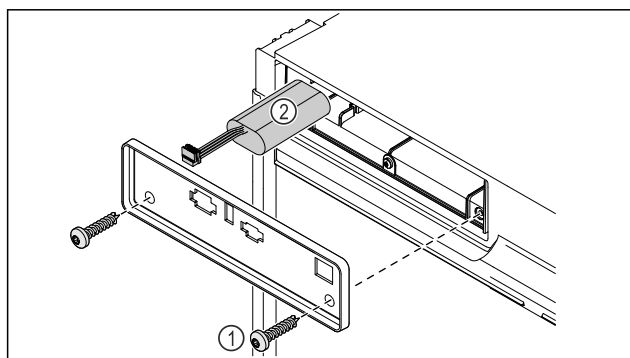

Fig. 189
- ▶ Wykręcić śruby i usunąć osłonę z tyłu urządzenia Fig. 189 (1).
- ▶ Odczepić i wyjąć baterię Fig. 189 (2).